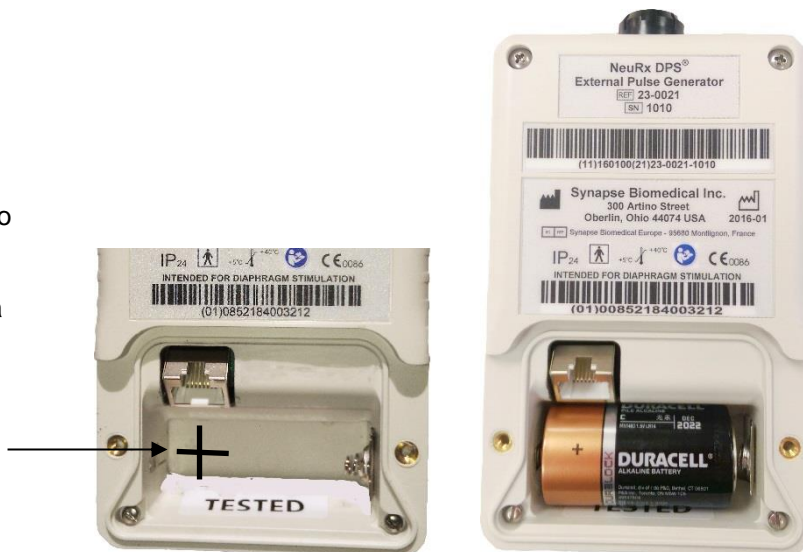

Figura 4.
- **IMPORTANTE:** Coloque la batería en la posición correcta. (Figura 4)